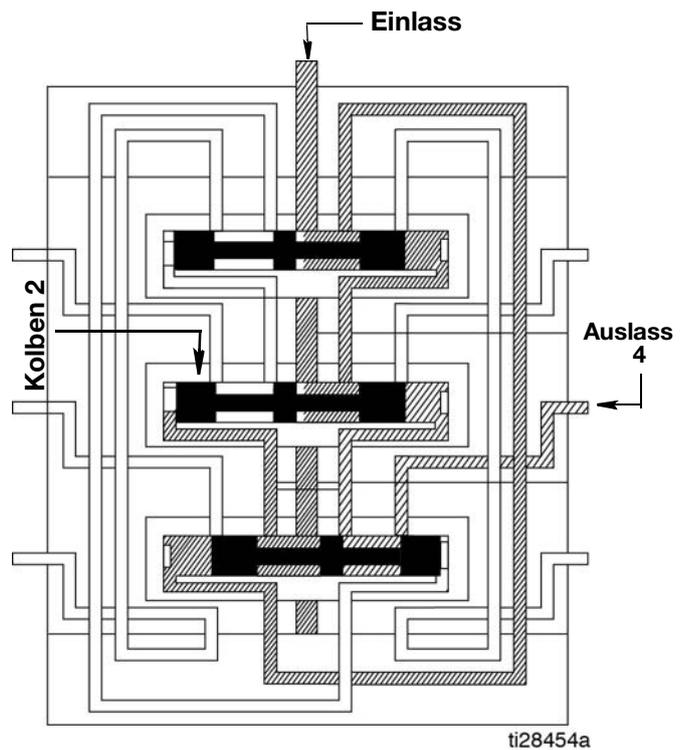

ABB. 11
2. Kolben 2 öffnet sich und fördert Schmiermittel zu Ausgang 4 (ABB. 11).